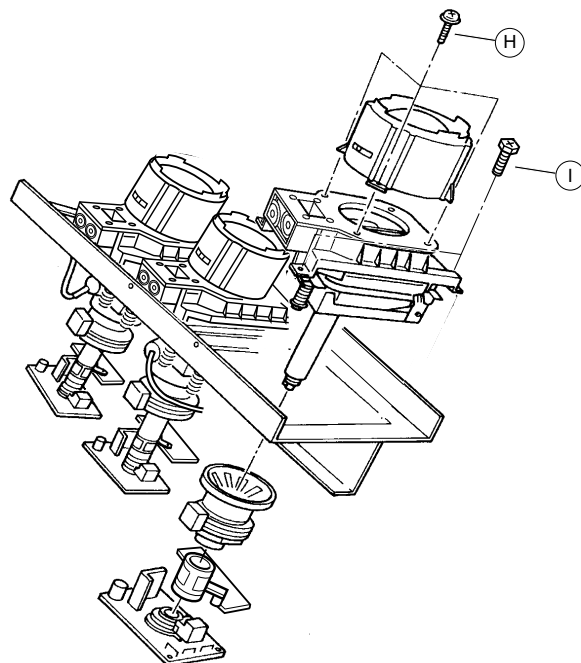

Fig. 6
- 4 Schrauben (H) (Fig. 6) herausdrehen und die Linseneinheit abnehmen. Linsen nicht mit den Fingern berühren.
- 4 Schrauben (I) (Fig. 6) herausdrehen und Bildrohr herausnehmen.
- Undo the 4 screws (H) (Fig. 6) then remove the lens unit. Do not touch the lens with your fingers.
- Undo the 4 screws (I) (Fig. 6) and remove the picture tube.